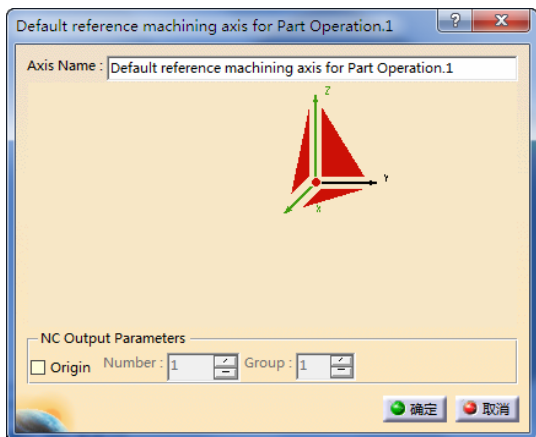

图 5-5 “Default reference machining axis for Part Operation.1”对话框 (1)
3) 定义加工坐标系 (1), 其具体操作步骤如下:
- 单击“Part Operation”对话框中的 Default reference machining axis system 按钮, 弹出“Default reference machining axis for Part Operation.1”对话框 (1), 如图 5-5 所示。